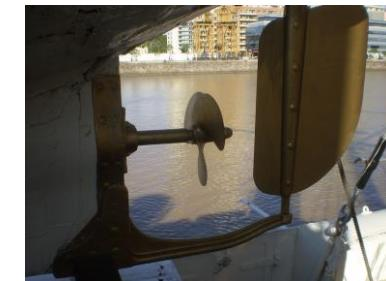

Figura 6. Timón semisuspendido [6].
- **Soportado:** si además disponen de un soporte inferior (Figura 6).